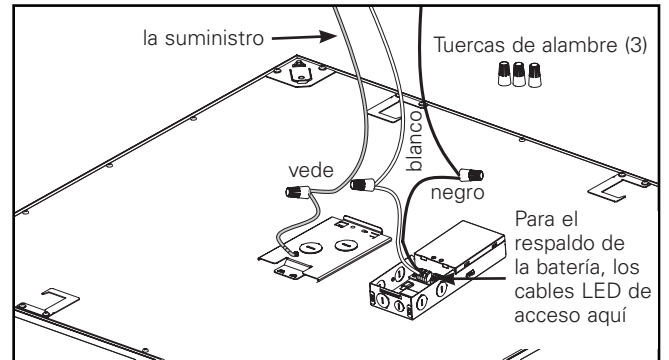

Imagen 5.
7. Utilice el expulsor de apertura para ingresar la línea de alimentación. Utilice los tres empalmes plásticos provistos para conectar el cable de tierra con el cable de alimentación verde, el cable negro (línea) con el cable de alimentación negro y el cable blanco (neutro) con el cable de alimentación blanco (Imagen 5).